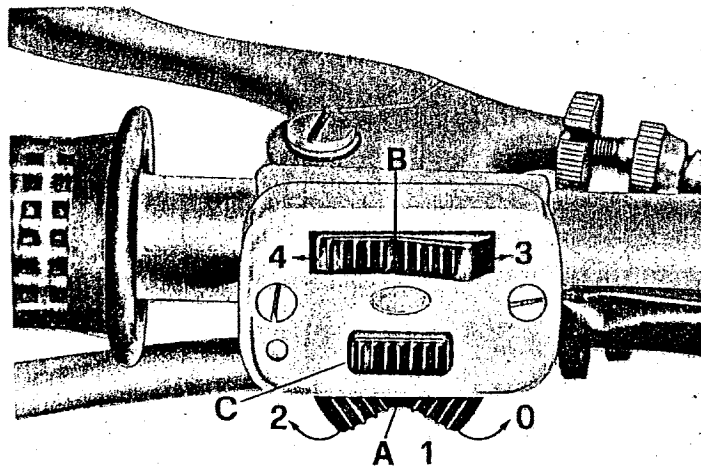

Abb. 9
Stellung "2": Maschine fertig zum Starten oder in Fahrt. Alle Bedienungseinrichtungen sind eingeschaltet. Bei Fahrt am Tage ist keine weitere Handhabung erforderlich; bei Nachtfahrt müssen die beiden Hebel (A und B) der Schalteinrichtung betätigt werden (s. Abb. 9).
11) Beleuchtungsschalter und Druckknopf für das Signalhorn (s. Abb. 9): die Einheit befindet sich links am Lenker.